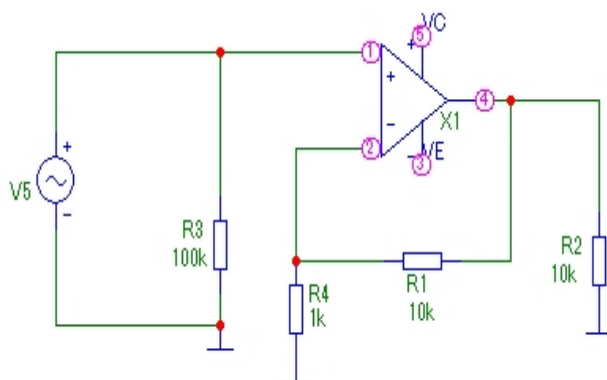

Рис.3
- рис.3;**
- рис.3;
8. При исследовании схемы, изображенной на рис.3, возможны следующие результаты моделирования: